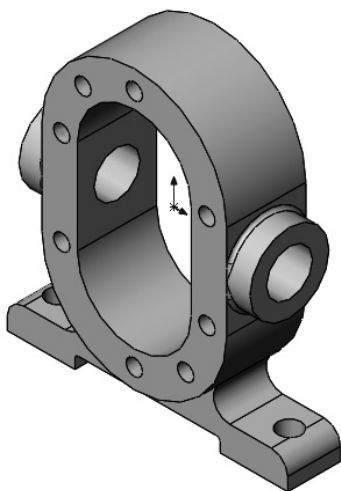

图 10-3 插入齿轮泵基座
- [2] 单击【确定】按钮, 装配体绘图区中插入齿轮泵基座, 如图 10-3 所示。